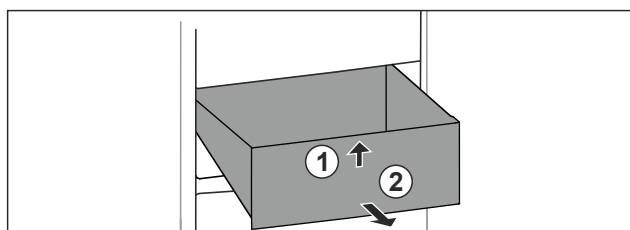

Fig. 93
- Sollevare il cassetto dal davanti. Fig. 93 (1)
- Rimuovere il cassetto tirandolo in avanti. Fig. 93 (2)